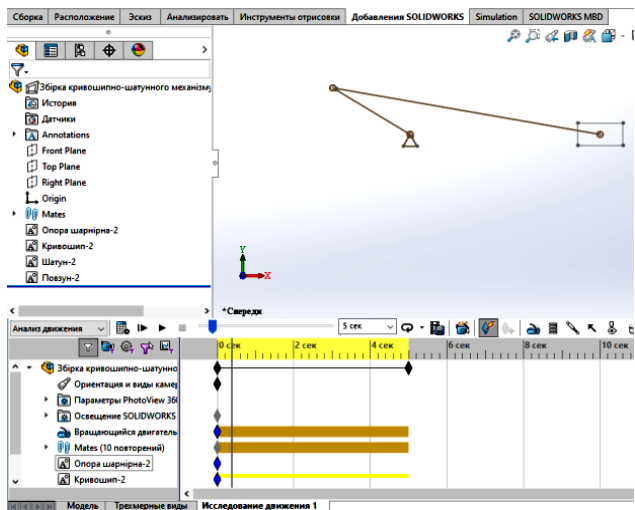

Рис.8. Момент відтворення руху механізму
7. Після закриття вікна налаштування двигуна натискаємо послідовно кнопки **Розрахувати** та **Відтворити**. Час відтворення руху встановлюємо довільно (Рис.8).